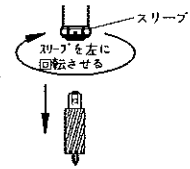

図 28
- 6) 刃物の取り外しはスリーブを左に回転させると刃物が抜け出します。(図 28)